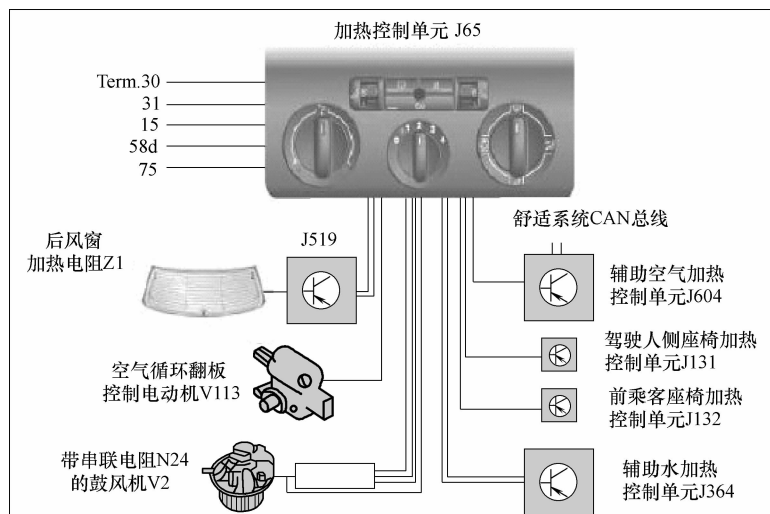

图 3-25 加热/通风控制系统
(2) 加热/通风系统 对于加热和通风系统(图 3-25), 温度不能自动控制, 两个旋转把手机械地连接到空调: 温度调整的旋转把手由拉索连接而空气分配的由软轴连接。新鲜空气循环翻板由一个按键手动地选择并由一个电动机驱动。所有的输入输出信号被转换成模拟信号。